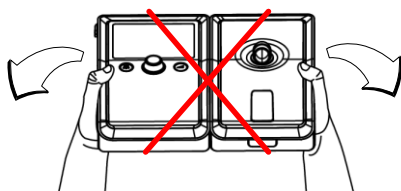

Fig. 4-4
- Não mova a unidade conectada para cima ou para baixo enquanto tenta separar os dispositivos (refira à Fig. 4-4). Poderá danificar os dispositivos.